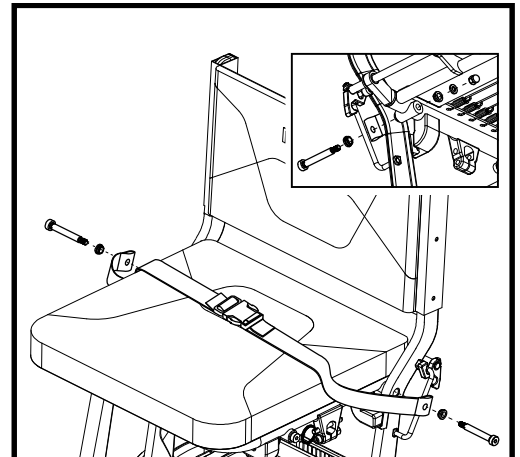

Figura 16. Pernos de la correa de posicionamiento
1. Retire los pernos con resalte, las tuercas almenadas y las arandelas que sujetan la base del asiento. **Ver figura 16.**
2. Enganche los cinturones de seguridad en la carcasa del perno de hombro. **Ver figura 16.**